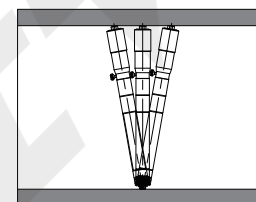

Fig.3
3. Pendant la mesure, assurez-vous qu'il n'y a pas de copeaux ou d'autres débris sur les deux faces de mesure et sur la surface de la pièce, ce qui affecterait le résultat. Tournez le dé à friction pour que sa taille soit inférieure au diamètre du trou, puis introduisez le micromètre dans le trou. Placez la face de mesure fixe en contact avec le trou mesuré, tournez lentement le dé à friction, secouez doucement le micromètre le long de la direction axiale et radiale du trou pour trouver la valeur minimale dans la direction axiale (Fig.3) et la valeur maximale dans la direction radiale (Fig.4), serrez la vis de blocage, retirez le micromètre pour obtenir le résultat.